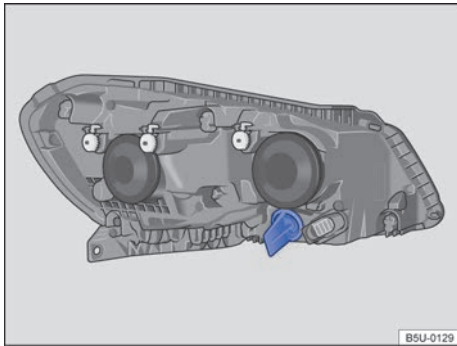
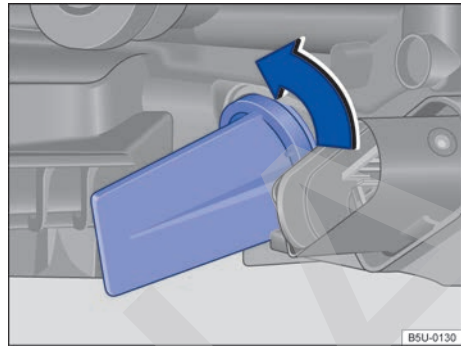

Fig. 189 En el compartimento del motor: ubicación de la lámpara incandescente del indicador de dirección delantero.
Fig. 190 Portalámparas incandescente del indicador de dirección delantero.
3. Girar el portalámpara ⇒ fig. 189, en el sentido de la flecha ⇒ fig. 190, y desensajarlo del alojamiento.
8. Presionar el portalámpara hasta el tope y girarlo en el sentido contrario al de la flecha ⇒ fig. 190.